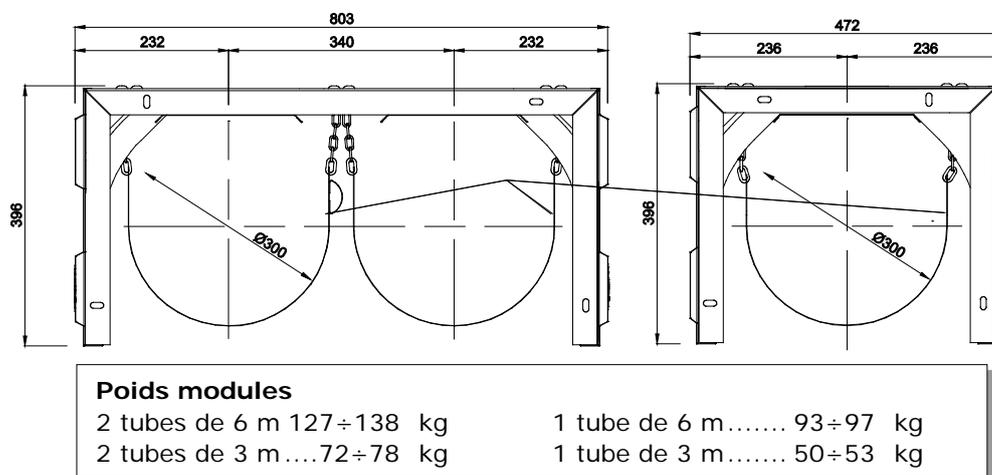

Fig. 2-2 Dimensions des modules rayonnants
Le montage des modules rayonnants doit être réalisé avec du matériel de supportage adapté au poids des modules (cf fig. 2-2) et aux normes en vigueur.
- 4) La suspension des modules rayonnants doit se faire au moyen de chaînes (seuil de rupture 900kg selon DIN 5685/A) à accrocher sur les étriers de suspension qui sont à positionner avec un entraxe compris entre 3m minimum et 4m maximum. (voir Fig. 3-8). Les maillons de la chaîne doivent permettre le passage d'une vis M8. Prévoir 4 étriers de suspension pour chaque module rayonnant, 2 par côté (voir Fig. 3-9). Concernant le poids des modules se référer à la Fig. 2-2.